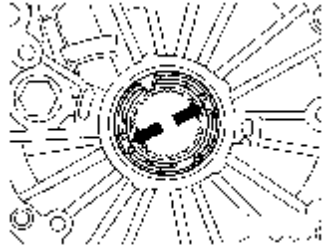

图 9-114 止动卡簧
- (1) 速度表主动轮的拆卸
- ① 向左转动转向装置至停止块，如果左传动轴上方有护板的话，应拆下。
- ② 从法兰轴上松开传动轴。
- ③ 将盛油盘放到下面，拆卸法兰轴。
- ④ 用 VW 681 拉出法兰盘的密封圈。
- ⑤ 拆卸转速表的传感器。
- ⑥ 用螺丝刀把止动卡簧按图 9-114 箭头方向压，通过互换的拉出手柄，拆卸主动轮。